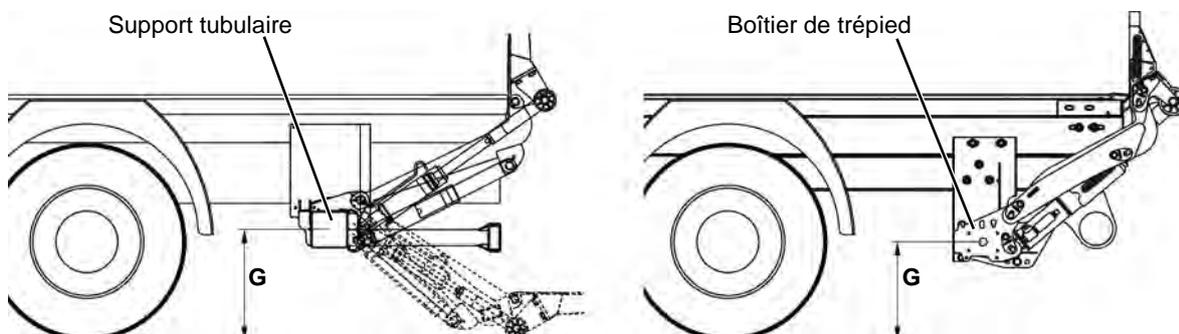

Figure 47 : Distance entre le mécanisme de levage et le sol (dimension G)
- Procédez comme le décrit le chapitre 10.5, page 69 en cas de faible distance entre le mécanisme de levage et le sol (la dimension G entre le milieu du support tubulaire/boîtier de trépied et le sol est inférieure à 450 mm, voir Figure 47).
Procédure particulière à suivre en cas de faible distance entre le mécanisme de levage et le sol (la dimension G entre le milieu du support tubulaire/boîtier de trépied et le sol est inférieure à 450 mm, voir Figure 47, page 68) :